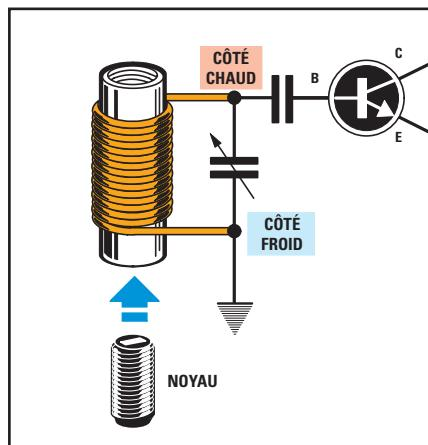
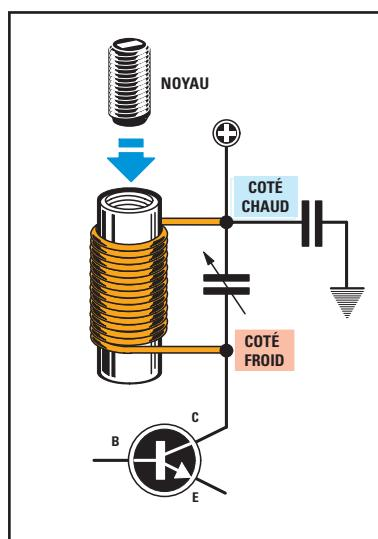

Figure 295: Le côté froid de cette self est celui relié à la masse et le côté chaud est celui relié à la base.
Figure 296: Le côté froid de cette self est celui relié au + et le côté chaud celui relié au collecteur.
- 4 - Si la self d'accord est pourvue d'un noyau ferromagnétique, ce dernier est à insérer du côté froid de la self. On entend par "côté froid" le côté de la self dont l'extrémité du fil est reliée à la masse (figure 295). Si la self est reliée au collecteur du transistor, le côté froid est celui dont l'extrémité du fil est reliée au positif de la tension d'alimentation (figure 296). Si l'on insérait ce noyau du côté opposé (côté chaud), l'oscillateur fonctionnerait aussi, mais le courant con-
Si vous utilisez un support (cela s'appelle un mandrin) avec noyau ferromagnétique, donc un mandrin à noyau (figures 295 et 296), n'oubliez pas qu'au plus vous vissez ce noyau à l'intérieur du mandrin au plus vous augmentez la valeur en μH (l'inductance) de la self. ♦